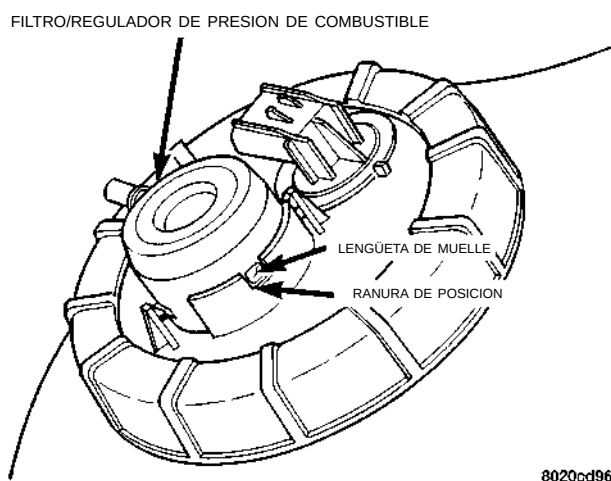

Fig. 19 Lengüeta de fijación de muelle
(2) Eleve el vehículo sobre un elevador.
(3) Desconecte el tubo de alimentación de combustible en el racor del Filtro/regulador (consulte Racores de desconexión rápida en esta sección).
(4) Oprima la lengüeta de fijación de muelle del costado del filtro/regulador (Fig. 19), gírela 90° a la izquierda y extraígalas.